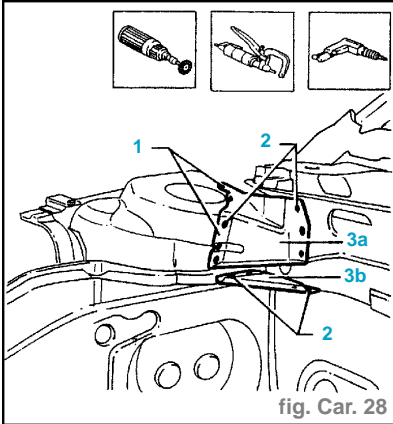

fig. Car. 28
- Utiliser l'éмоussante et enlever les points de soudure (1) (fig. Car. 28).